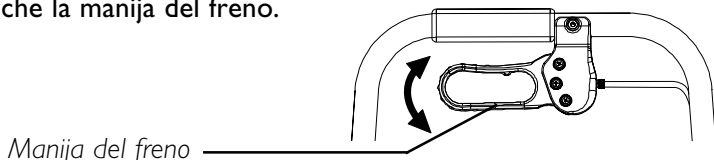

FIGURA 3 USO/TRABADO/DESTRABADO DE LOS FRENOS DE MANO
USO/TRABADO/DESTRABADO DE LOS FRENOS DE MANO (FIGURA 3)
1. Presione hacia ABAJO la parte inferior de la manija del freno tal como se muestra en la FIGURA 3 hasta que se oiga un chasquido.
1. Tire hacia ARRIBA la parte superior de la manija del freno para desengancharlo tal como se muestra en la FIGURA 3.